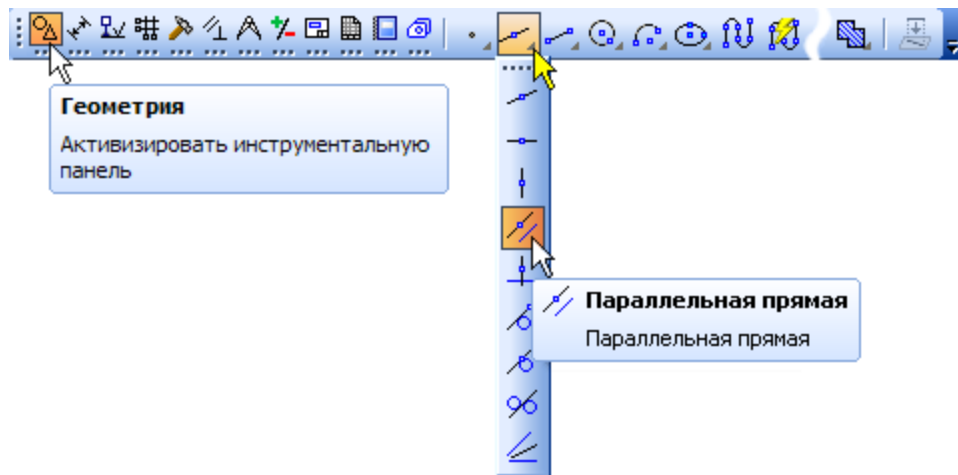

Рисунок 8.
- Нажмите кнопку Параллельная прямая на Расширенной панели команд построения вспомогательных прямых.(рис.8)